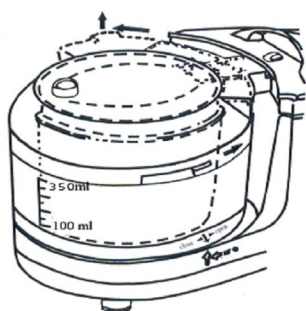

Рис.1 Открытие крышки
- 3) Повернуть крышку большой чашки против часовой стрелки, так как указано на рис. 1, поднять крышку;